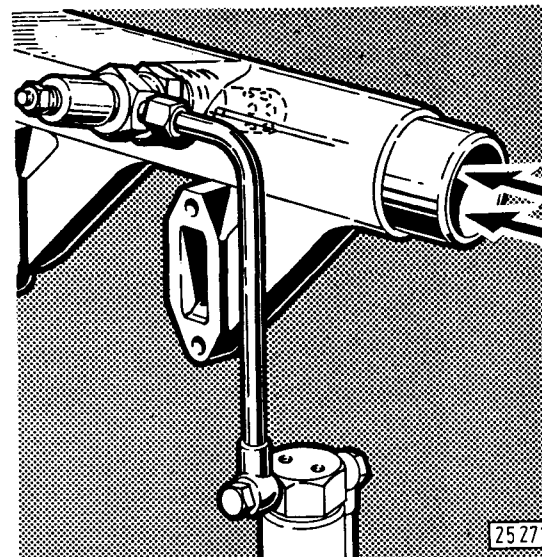

Fig. 27
7.4.1 Flammglühanlage (Fig. 27)